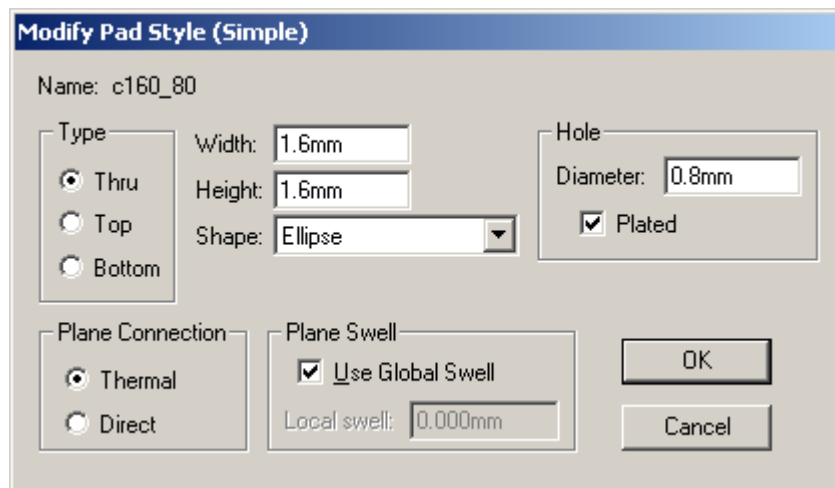

Рис. 18 Окно **Modify Pad Style (Simple)**
- 10.4 Теперь созданная контактная площадка появилась в списке существующих стеков. Выделите ее и нажмите клавишу **Modify (Simple)**. Перед вами появится окно, изображенное на рис. 18.